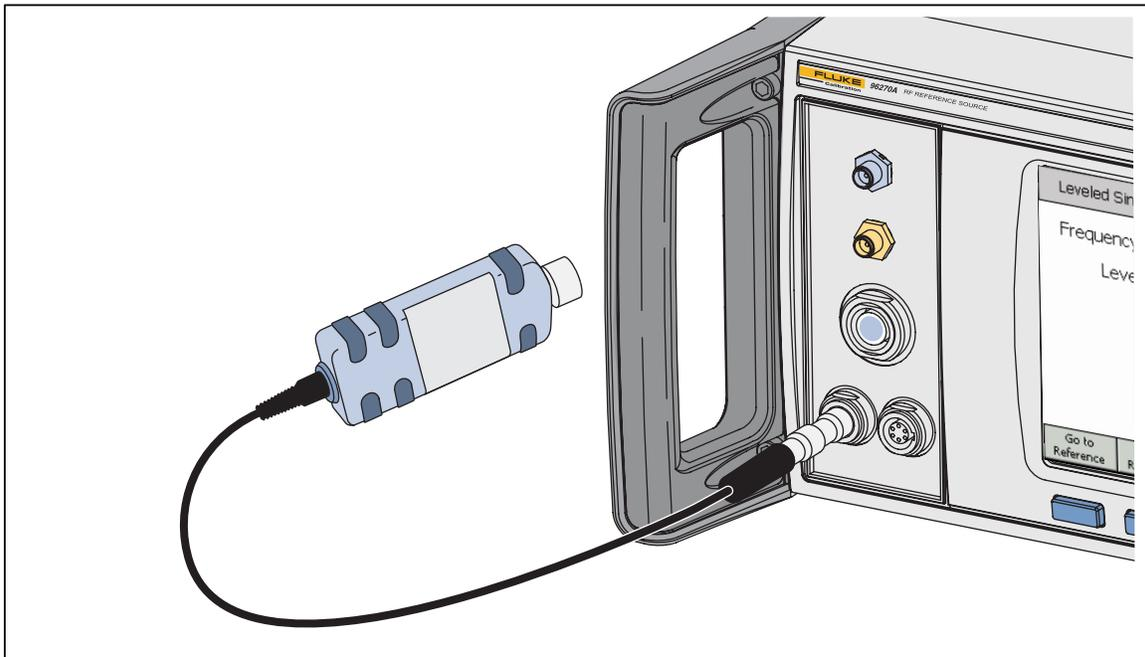

Рисунок 3-26. Подключение датчика(ов) мощности (96270A)
2. Подключите многопроводной соединитель к соответствующему разъему датчика 1 или 2 на устройстве. Нажимайте на многопроводной соединитель, пока он не будет надежно закреплен. См. рисунок 3-26.